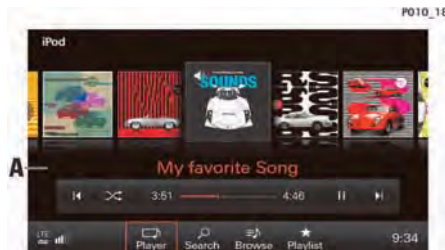

図239: 音楽の再生
2. カバーフロー・ビュー A (図 239) で、希望のアルバムが中央に拡大表示されるまで左または右にスワイプしてください。